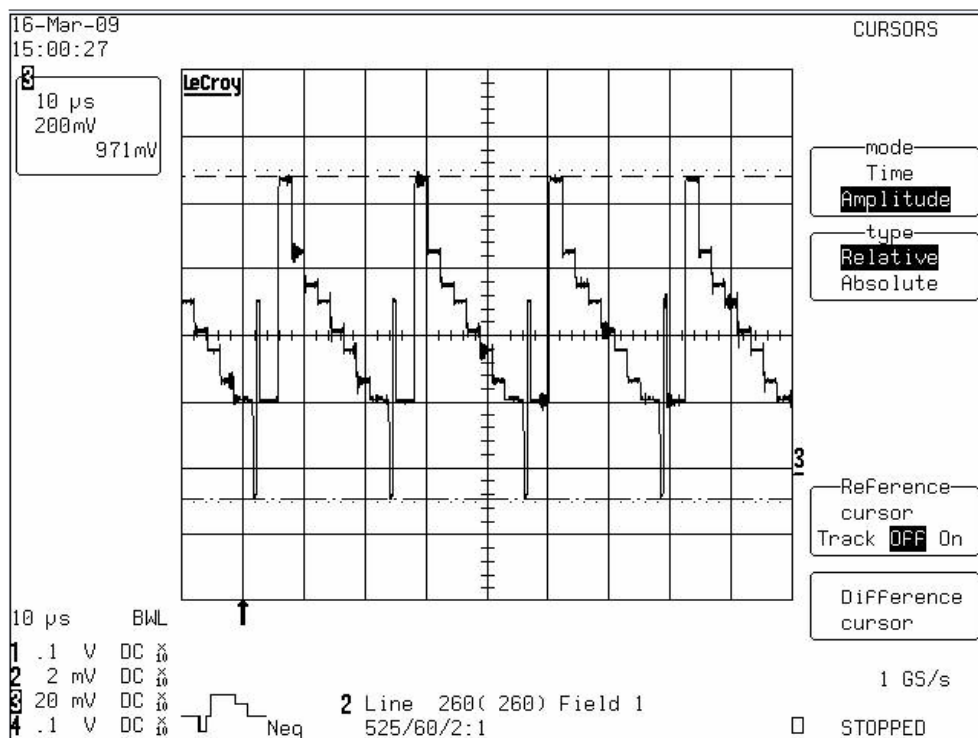

图23
5、YPbPr端子输入全彩条信号，在进入主芯片N39的耦合电容C51之后（YPbPr—Pb部分）的波形如图23 所示：